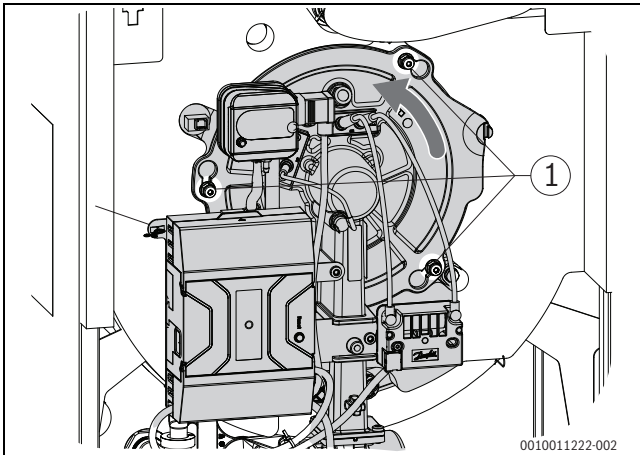

Bild 53 Befestigungsmuttern lösen
- Drei Befestigungsmuttern (→ Bild 53, [1]) lösen.